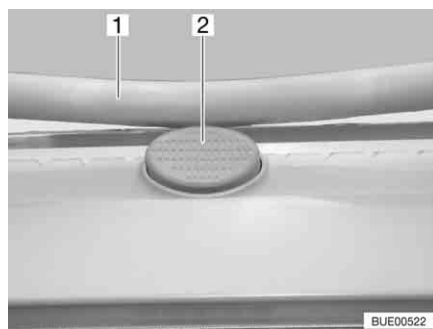

Fig. 21 Bottone di sicurezza sull'oblò inclinabile
- Premere il bottone di sicurezza (Fig. 21,2) e tirare verso il basso la staffa (Fig. 21,1) con entrambe le mani.
- Premere la staffa verso l'alto con ambedue le mani, finché la staffa non poggia al di sopra del bottone di sicurezza (Fig. 21,2).